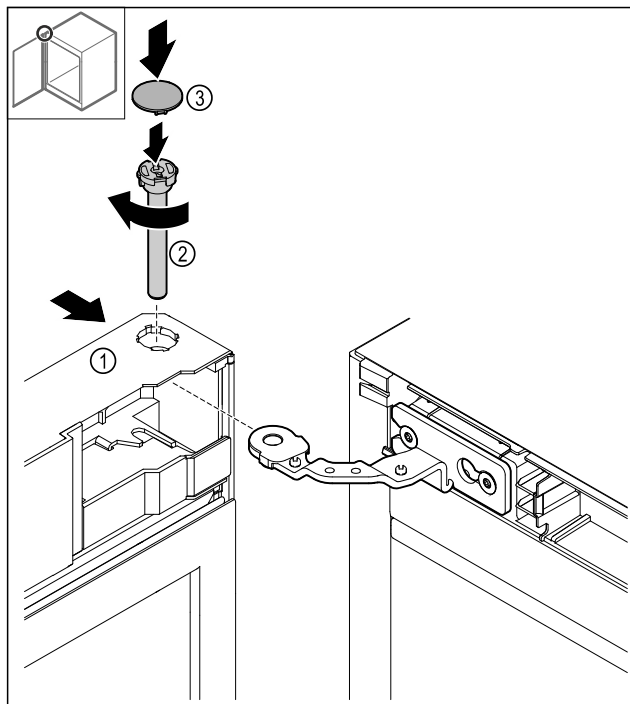

Fig. 39
- Du haut, pousser la porte Fig. 39 (1) sur la charnière.
- Insérer et serrer le boulon Fig. 39 (2) dans le sens des aiguilles d'une montre.
- Poser le cache Fig. 39 (4).